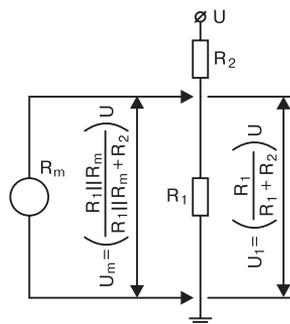

Рис. 6.1. Подключение собственного сопротивления прибора
- ♦ прибор может нагружать цепь, в которой производятся измерения. Это означает, что собственное сопротивление прибора, будучи подключенным параллельно компоненту, на котором измеряется напряжение, уменьшает результирующее напряжение. Поэтому измеряемое напряжение окажется меньше действительного (рис. 6.1). Действительное напряжение в отсутствие подключения прибора равно $U_i = UR_i / (R_i + R_2)$.
Если принять (рис. 6.1), что R_2 равно R_s , то уравнение получается с помощью теоремы Тевенина для последовательной цепи R_s и U . Если эквивалентная по Тевенину цепь нагружена сопротивлением R_m , то